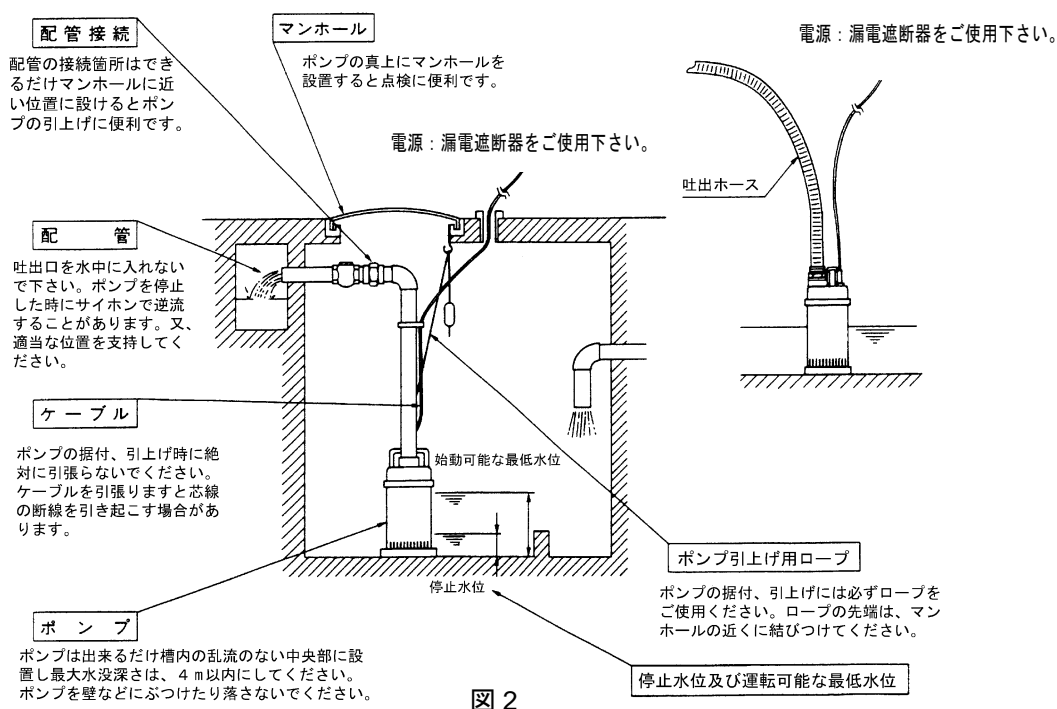

図 2
- (1) 運搬ならびに据付時には、ケーブルを絶対に引っ張らないでください。
- (2) ポンプは横置きあるいは宙づりでは使用できません。底に立置でご使用ください。
- (3) ポンプはできるだけ槽内の乱流のないところに設置してください。
- (4) 槽内に流れがある場合には適当な配管支持をしてください。
- (5) 配管は途中空気だまりのできないようにしてください。
- (6) 配管末端は水中に入れないでください。ポンプを停止したとき逆流します。
- (7) 配管には、ポンプ 1 台毎にチェック弁を取付けてください。
- (8) 始動可能な最低水位ならびに運転可能最低水位を図 2 に示します。
- (9) 槽内の満水警報の設置を推奨します。当社にて警報盤と水位制御用フロートスイッチを用意していますのでご用意ください。